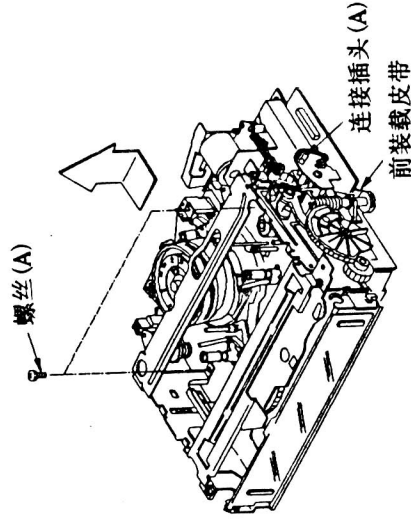

图26
- 步骤: ①卸下顶盖、前面板和底板;
②从录像机后底部卸下前装载皮带FL;
③从F/L-R印刷电路板上拔下连接插头A, 如图26所示;
- ④旋下2个螺丝(A);
⑤按图26中箭头所示方向移动前装载装置, 从机构部件上将其取下;
⑥重新安装时, 与上述步骤相反, 并注意不要将前装载皮带卷曲。